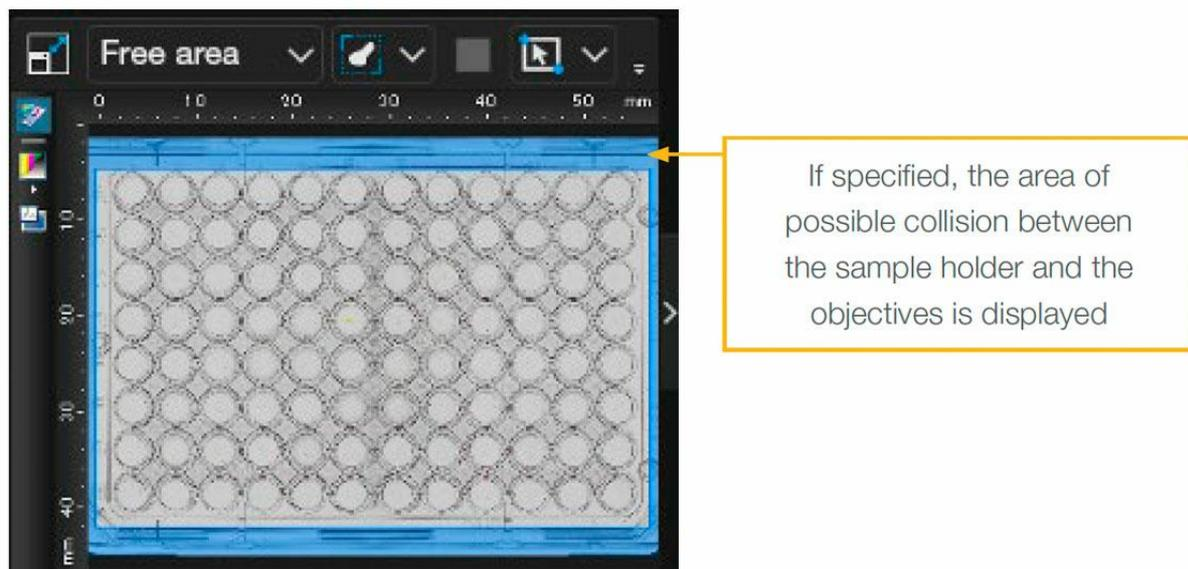

Abbildung 6. Die Software zeigt Bereiche an, in denen es zur Kollision mit dem Probenhalter kommen kann.
3. Kennzeichnung von Bereichen, in denen es während der Untersuchung zu Kollisionen mit Probenhaltern kommen könnte (Abbildung 6).